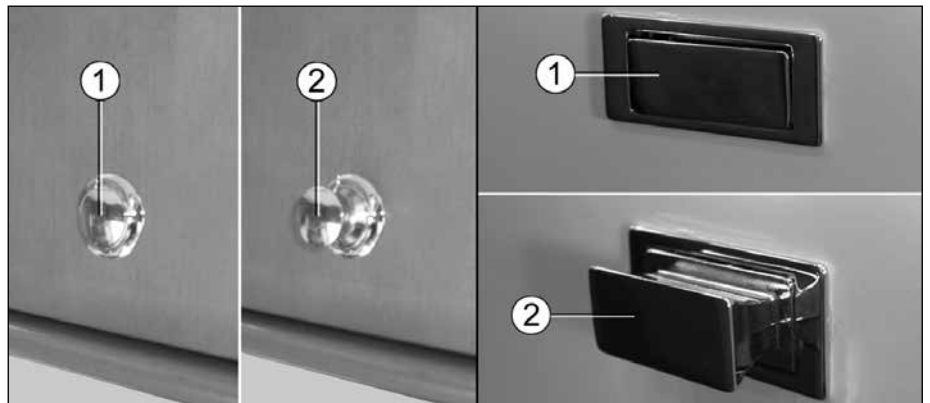

Fig. 72 Fermeture push-lock fermée/ouverte
- Ouvrir (Fig. 72, pos. 2) et fermer (Fig. 72, pos. 1) la fermeture push-lock en appuyant sur le bouton.